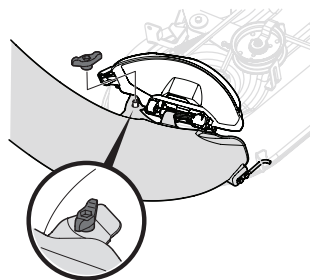

Figure 21
- Fixez le coude de la goulotte au plateau de coupe avec un écrou papillon (720-04122) du kit de quincaillerie (689-02364). Voir Figure 21.